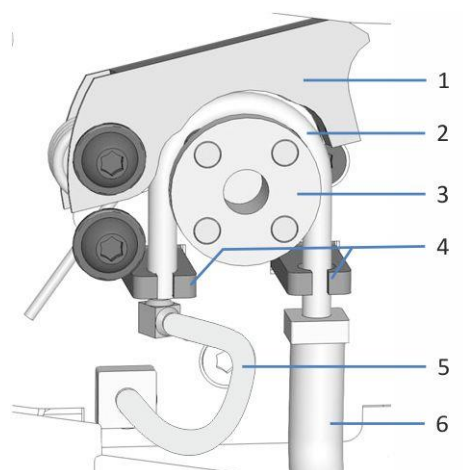

图 77：排放泵和连接的管道
- 5) 向上提排放泵压块。将蠕动管更换件插入泵压块和排放泵转子之间，并将其绕在转子上（见图 77）。